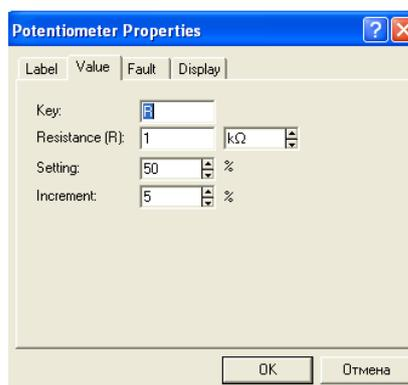
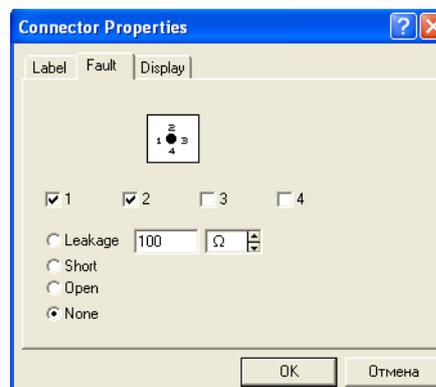

Рисунок 3 – Диалоговое окно задания параметров потенциометра
Рисунок 4 – Окно установки параметров точки соединения
- Потенциометр, параметры задаются с помощью диалогового окна (Рис. 3), в котором Key определяет символ клавиши клавиатуры (по умолчанию R), нажатием которой сопротивление уменьшается на заданную величину в % (параметр Increment, подвижный контакт двигается влево) или увеличивается на такую же величину нажатием комбинации клавиш Shift+R (подвижный контакт двигается вправо); второй параметр – начальное значение сопротивления, третий – начальная установка сопротивления в % (по умолчанию - 50%).
Особенностью наделена в этом разделе точка соединения, параметры которой можно задавать с помощью диалогового окна на рис. 4. Она может быть наделена такими свойствами, как отсутствие (Open) соединения между проводниками, подключенными к ней с соответствующей стороны (цифры 1, 2, 3 и 4 на рис. 3 определяют количество и направление соединяемых проводников). Например, при включенных опциях 1, 3 и Open между проводниками, подключенными со сторон 1 и 3, не будет электрического соединения.